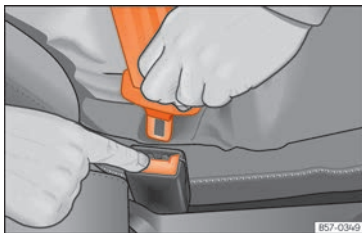

Fig. 22 Eliberați limba centurii de siguranță.
- Apăsăți butonul roșu de pe cataramă » **fig. 22**. Limba centurii va fi eliberată din cataramă.